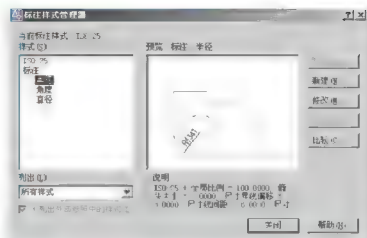

图 3.30 【标注样式管理器】对话框内的标注样式
(2) 用同样的方法建立【直径】和【角度】标注样式, 结果如图 3.30 所示。
注意图 3.30 中的半径、直径和角度与标注的显示关系, 这种关系称为父与子的关系。半径、直径和角度犹如标注所生的 3 个“儿子”, 家里分工明确, 遇到线性尺寸, “父亲”标注; 遇到半径、直径或角度时, 3 个“儿子”分别去标注。
从图 3.30 中可以看到【ISO-25】和【标注】2 个样式。用哪个样式标注，就应将哪个标注样式设置为当前标注样式。